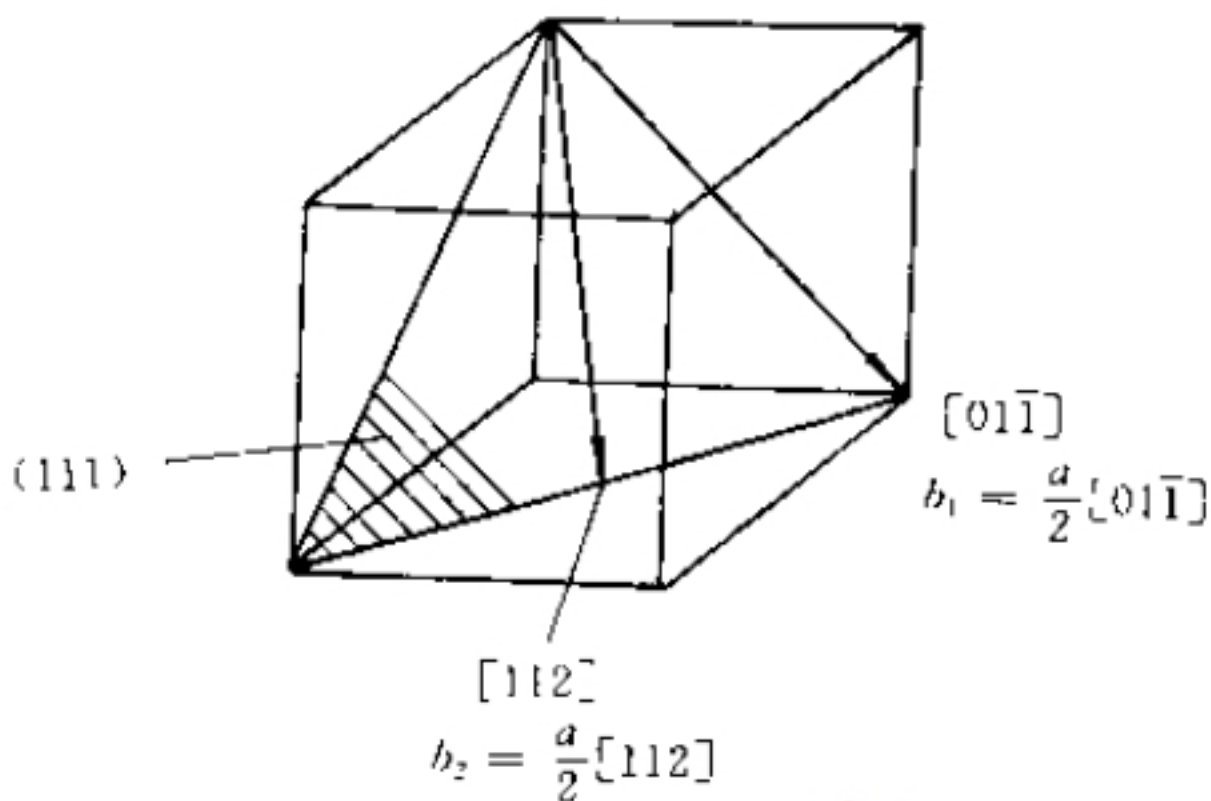

图 1-14 滑移面及滑移方向
(1) 画出  $(111)$  平面并显示出单位滑移矢量  $[01\bar{1}]$  和  $[11\bar{2}]$ 。
(2) 比较具有此二滑移矢量的位错线的能量。
**解** (1)  $(111)$  平面及单位滑移矢量如图 1-14 所示。
(2) 由于两者均有相同的滑移面  $(111)$ , 因此可使用相同的切变模量  $G$ 。若以单位长度位错线为基准, 则